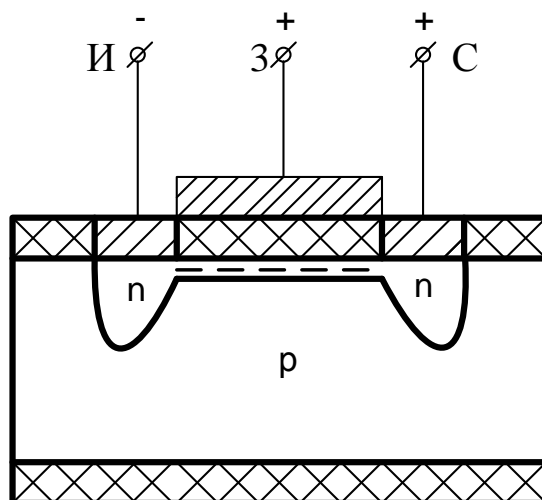

Рисунок 11. Структура и подключение напряжений к МОП-транзистору со встроенным каналом n-типа в режиме обогащения
- 3) Положительный потенциал на затворе 3 (рис. 11) притягивает электроны из p-области в n-область, концентрация носителей заряда в канале увеличивается, I_c увеличивается. Такой режим называется **режимом обогащения** – характеристики проходят выше характеристики, снятой при $U_{зи}=0$.